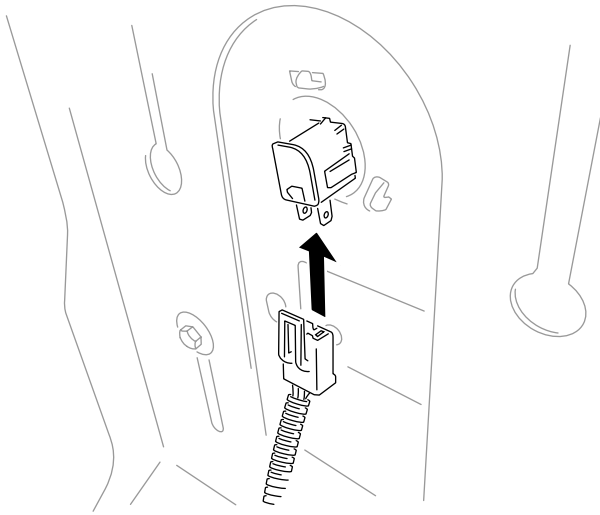

Figura 7
5. Conecte el interruptor del asiento (Figura 7).